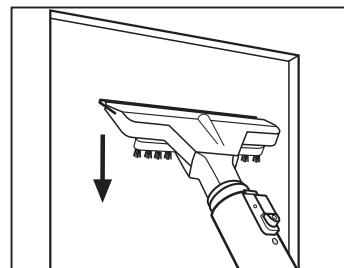

Fig. 11
- pressionar a lâmina de borracha na superfície e aspirar a água presente executando movimentos rectilíneos verticais para baixo (**Fig. 11**).